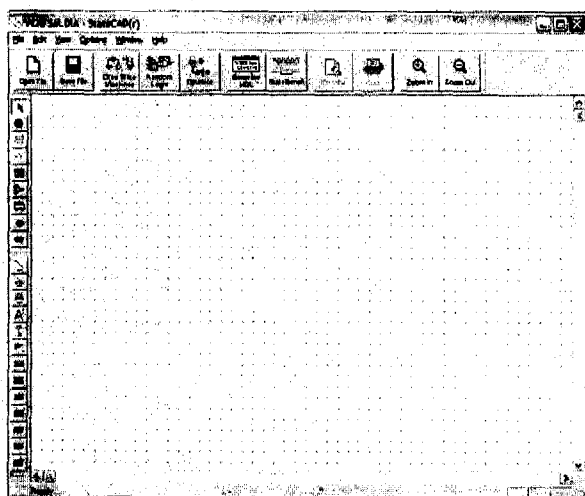

图 1 用户界面
* 在 WINDOWS 界面运行[开始]/[程序]/[Xilinx ISE 6]/[Accessories]/[STATECAD]启动 STATECAD^[2], 创建一个新工程,并新建一个源文件,命名为 VCRFSM, 用户界面如图 1 所示。